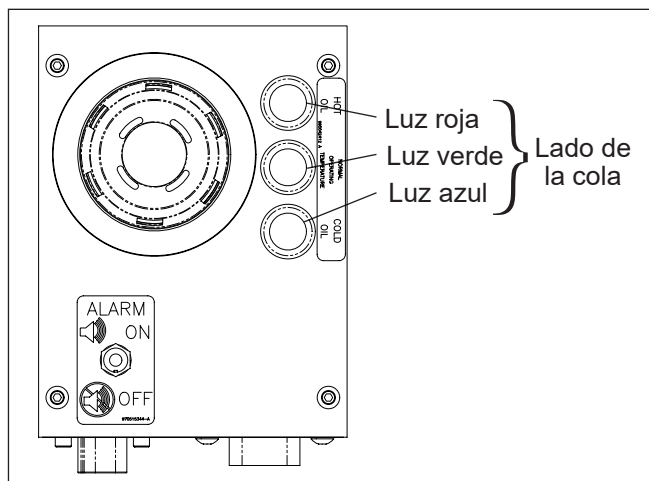

Figura 4.4 — Panel indicador del sistema automático de calentamiento de aceite
2. Si la luz azul indicadora se enciende en el panel indicador del sistema automático de calentamiento de aceite (consulte la Figura 4.4), proceda al paso 3.
8. Si en cualquier punto durante la operación, la alarma de recalentamiento o la luz roja se enciende en el panel indicador del sistema de calefacción de aceite automático (consulte la Figura 4.4), mueva el interruptor de la cola de la posición Calentamiento automático a la posición Apagado.